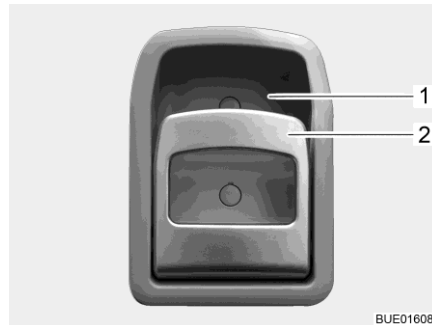

Fig. 51 Serrure de la porte (porte cellule à l'intérieur)
- Tirer sur la poignée (Fig. 51,2). La serrure de la porte se déverrouille et s'ouvre.
- Appuyer sur la poignée (Fig. 51,2) en haut en direction de l'évidement (Fig. 51,1) dans lequel elle repose. La serrure de la porte se verrouille.